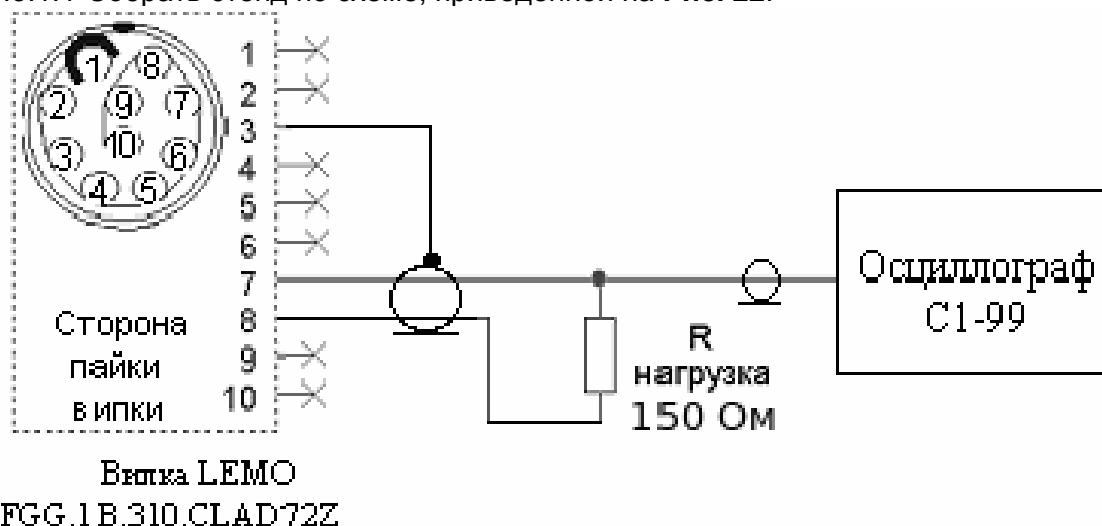

Рис. 22. Схема рабочего места для проверки номинальных значений амплитуды и частоты следования импульсов.
14.3.1.1 Собрать стенд по схеме, приведенной на Рис. 22.
14.3.2.1 Собрать стенд по схеме, приведенной на Рис. 22.